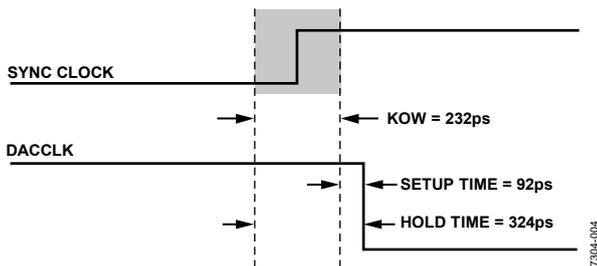

図 4. DACCLK と Sync Clock の間のタイミング条件
3. DACCLK と同期クロックの相対位相が KOW の範囲に入らないようにする必要があります (図 4 参照)。